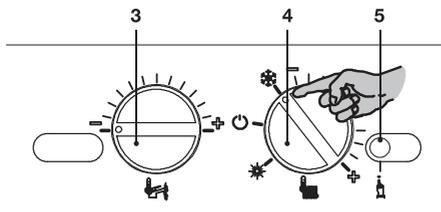
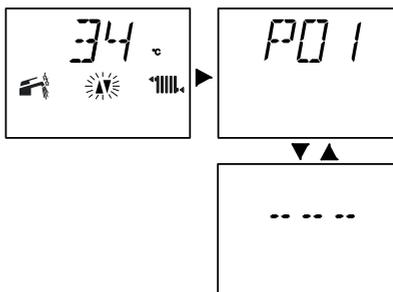
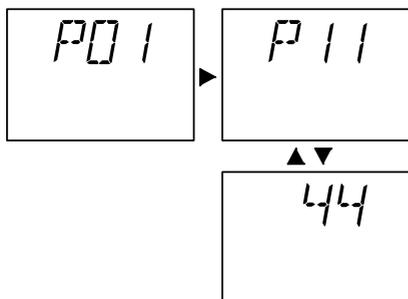

Рисунок 5.45
Рисунок 5.47
Рисунок 5.48
- Прежде чем включить электропитание котла, установите регуляторы 3 и 4 так, как показано на рисунке (см. Рисунок 5.45).
- Чтобы настроить время постциркуляции насоса, войдите в режим программирования, нажав и удерживая в течение 15 с кнопку сброса 5 (см. Рисунок 5.45): на ЖК-дисплее появится параметр P01, загорающий поочередно с символом - - - -. (см. Рисунок 5.47)
- Нажмите кнопку сброса 5 (Рисунок 5.45) и пролистайте параметры до P11, предназначенного для настройки постциркуляции насоса. На ЖК-дисплее последовательно отобразятся следующие символы (параметр P11 будет загораться поочередно с цифрой 44). (см. Рисунок 5.48)
- Чтобы изменить настройку, поверните регулятор 3 (Рисунок 5.45) и установите его на выбранное время, как показано на следующем рисунке (см. Рисунок 5.49).